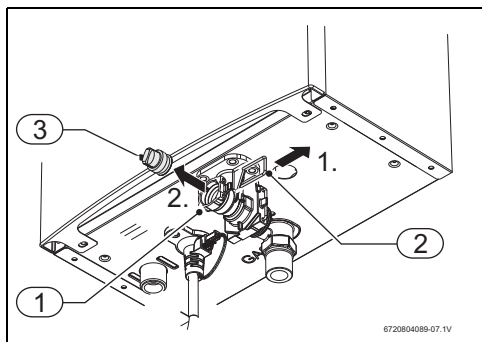

Fig. 10 Svuotamento
- ▶ L'apparecchio non deve essere installato in locali in cui la temperatura possa essere inferiore a 0 °C. Nel caso ci sia rischio di congelamento, spegnere l'apparecchio e svuotarlo (→ Fig. 10).